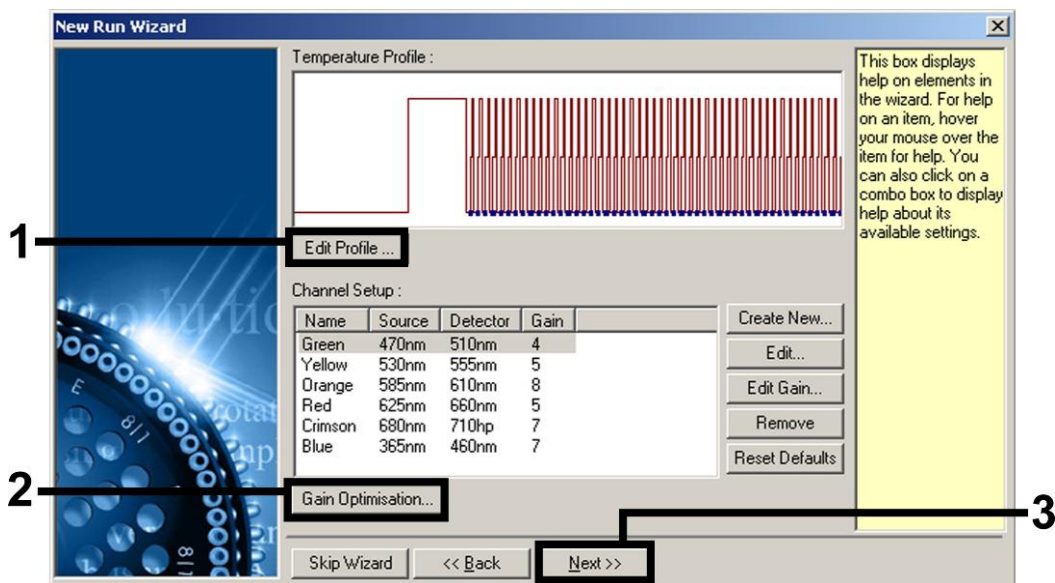

Figura 3. Modifica del profilo. Schermata relativa all' *artus* HI Virus-1 QS-RGQ Kit illustrata a titolo d' esempio.
5. Cliccare sul pulsante "Edit Profile" (Modifica profilo) nella successiva finestra di dialogo "New Run Wizard" (Procedura guidata nuovo processo) (Figura 3). Programmare un adeguato profilo termico per il corrispondente *artus* QS-RGQ Kit come illustrato nella Tabella 1, utilizzando come guida le schermate a titolo d'esempio riportate nelle Figure 3–6 (sono illustrate le schermate per l'*artus* HI Virus-1 QS-RGQ Kit).
6. Il range di rilevamento dei canali di fluorescenza deve essere determinato in base all'intensità della fluorescenza nelle provette per PCR. Cliccare "Gain Optimisation" (Ottimizzazione guadagno) nella finestra "New Run Wizard" (Procedura guidata nuovo processo) (vedere Figura 3) per aprire la finestra di dialogo "Auto-Gain Optimisation Setup" (Impostazione ottimizzazione automatica guadagno). Impostare la temperatura di calibrazione in modo che corrisponda alla temperatura di annealing del programma di amplificazione e regolare la sensibilità dei canali di fluorescenza (Tabella 2 e schermata a titolo d'esempio nella Figura 7).